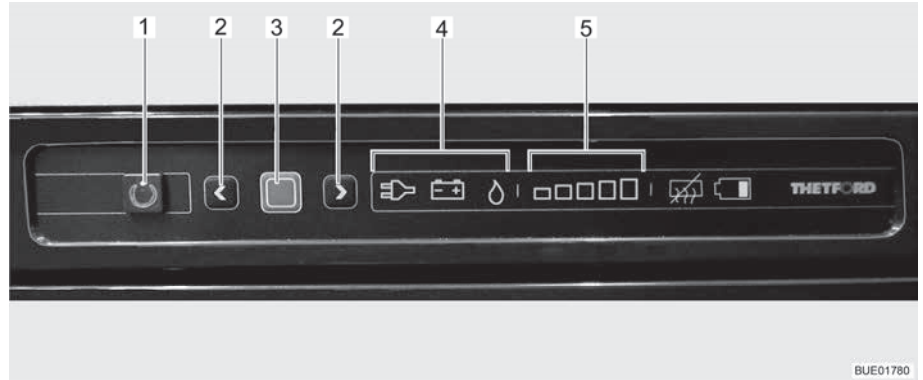

Bild 106 Reglage, knappar för kylskåpet
Det aktuella driftläget visas med en tänd symbol (Bild 106,4) på kontrollenheten.
När kylskåpet slås på väljs automatiskt den senast valda termostatinställningen. Denna inställning kan ändras manuellt med pilknapparna (Bild 106,2). De lysande staplarna på kylnivåindikatorn (Bild 106,5) visar den valda termostatinställningen. Med hjälp av pilknapparna ställs kyltemperaturen in för alla tre energikällorna. Det tar alltid några timmar innan man har en normal drifttemperatur i kylskåpet. Om en omkoppling sker till ett andra driftläge förändras termostatinställningen inte. Kyltemperaturen bibehålls oberoende av den valda energikällan.
- Tryck på på/av-knappen (Bild 106,1) i en sekund. Knappen (Bild 106,1) lyser grönt. Efter ca 10 sekunder dimmas indikeringen automatiskt för att spara ström.
- Tryck ned bekräftelseknappen (Bild 106,3) i cirka 2 sekunder. Symbolerna för driftlägena (Bild 106,4) blinkar.
- För att ändra driftläge tryck på pilknapparna (Bild 106,2).
- För gasdrift välj driftläget gas med hjälp av pilknapparna (Bild 106,2). Nu är gastillförseln öppen. Tändning sker automatiskt. Ett tickande ljud hörs tills tändningsproceduren är klar.
- Tryck på bekräftelseknappen (Bild 106,3).
- Tryck på bekräftelseknappen (Bild 106,3) igen. Kylningsnivån indikeras med de lysande staplarna (Bild 106,5).
- Ändra inställningen genom att trycka på pilknapparna (Bild 106,2) tills önskad inställning visas.
- Tryck på på/av-knappen (Bild 106,1) i cirka 2 sekunder. Alla lampor slocknar. Kylskåpet är avstängt.